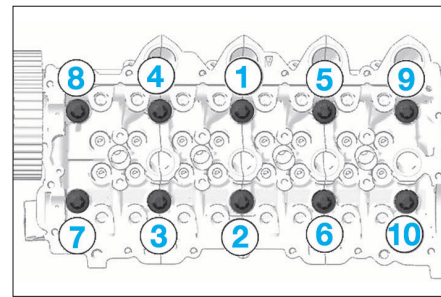

FIG. 85
- Serrer manuellement les vis de culasse dans l'ordre indiqué à l'outil [1] (Fig.85).